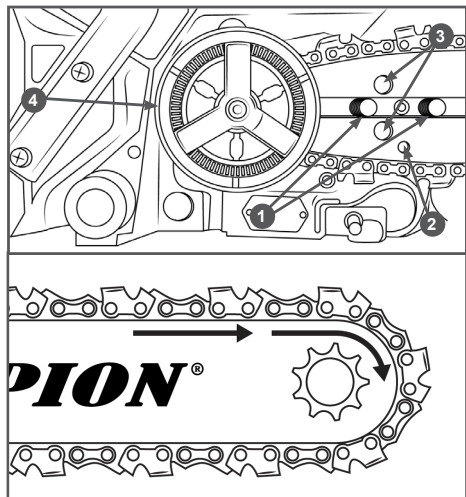

Рис. 3 Установка пыльной цепи
- Установите пыльную цепь как показано на Рис. 3. При установке цепи следите за тем, чтобы режущая кромка зуба была расположена вперед по ходу движения цепи, т.е. по часовой стрелке. Поместите цепь на зубцы цепного колеса, расположенного позади муфты сцепления 4 (Рис. 3). Удостоверьтесь в правильном положении цепи на цепном колесе (Рис. 3).